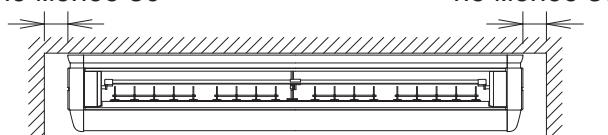

Рис. 1
(1) Выберите место для установки, одобренное заказчиком и соответствующее следующим условиям.
- С наличием свободного пространства, достаточного для установки и технического обслуживания. (См. рис. 1 и рис. 2)